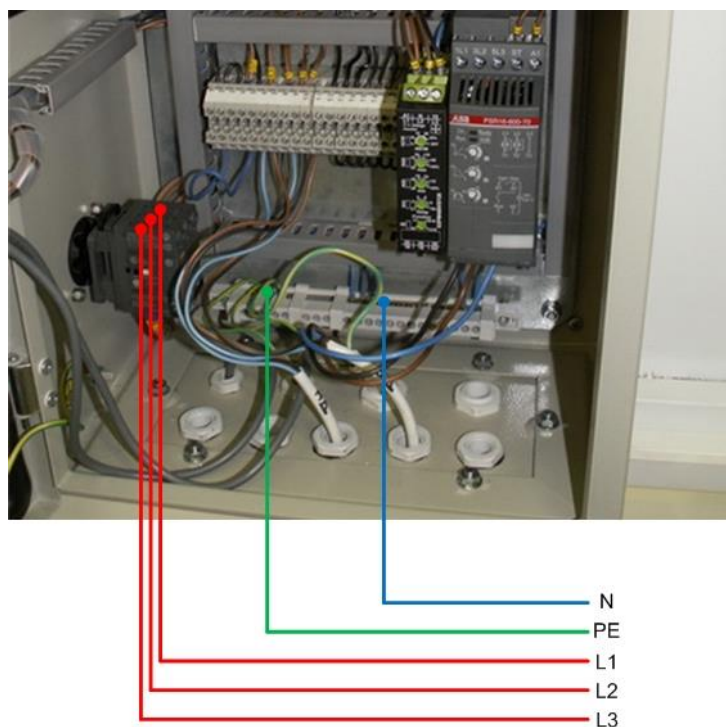

Рис.7 Подключение электропитания.
- Подключить электропитание (рис.7) к блоку управления. Минимальное сечение питающего кабеля - $5 \times 1,5 \text{ мм}^2$. Фазные провода подключаются к клеммам 1L1, 3L2, 5L3 пакетного выключателя QS1 (внутри блока управления), провода нейтрали и заземления - соответственно к шинам N и PE;